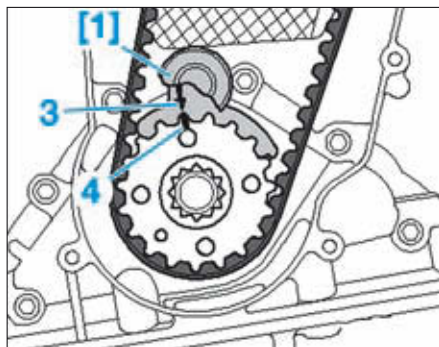

FIG. 2
- [1]. Outil de calage du vilebrequin (réf Audi : T10050) (Fig.2).
- Tourner le moteur pour l'amener au PMH puis bloquer la roue dentée de vilebrequin à l'aide de l'outil [1] (Fig.2).
- Le vilebrequin doit être calé à l'aide de l'outil [1] (Fig.2).